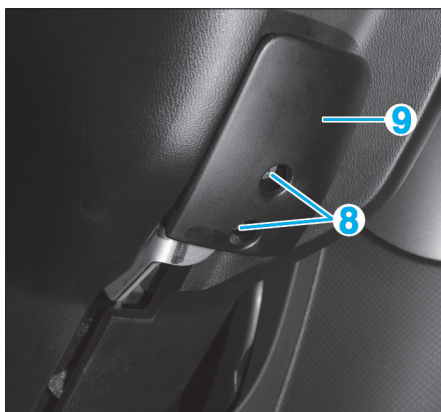

Fig. 33
- Déposer les vis (8) puis la poignée (9) de réglage de la colonne (Fig.33).